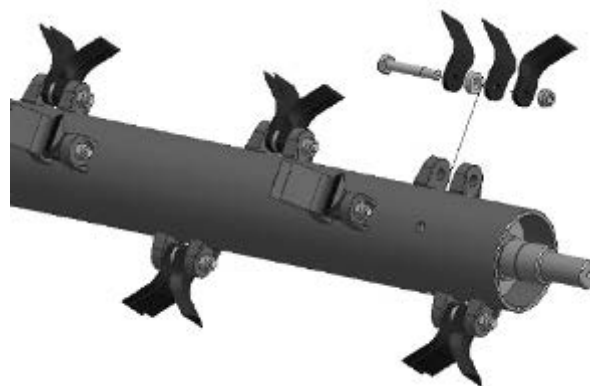

Рисунок 16.
- Отвернуть гайку (рис. 16) с крепёжного болта, удерживающего изношенный нож, причем необходимо следить за тем, чтобы новый нож был установлен точно в той же позиции, что и старый.
- Отвернуть гайку (рис. 16) с крепёжного болта, удерживающего изношенный нож, причем следует проверить все детали и в особенности обратить внимание на положение распорки (рис. 16). При установке нового ножа необходимо следить за тем, чтобы он и все детали были установлены в том же положении и порядке, что и старый.